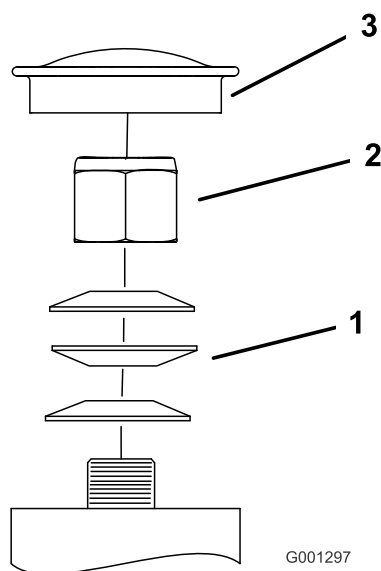

Figura 58
3. Retire el tapón guardapolvo de la rueda giratoria y apriete la contratuerca (**Figura 58**).
4. Apriete la contratuerca hasta que las arandelas de muelle estén planas, luego afloje la contratuerca $\frac{1}{4}$ de vuelta para establecer la pre-carga correcta de los cojinetes (**Figura 58**).
Importante: Asegúrese de que las arandelas elásticas están correctamente instaladas, como se muestra en la **Figura 58**.
5. Coloque el tapón guardapolvo (**Figura 58**).